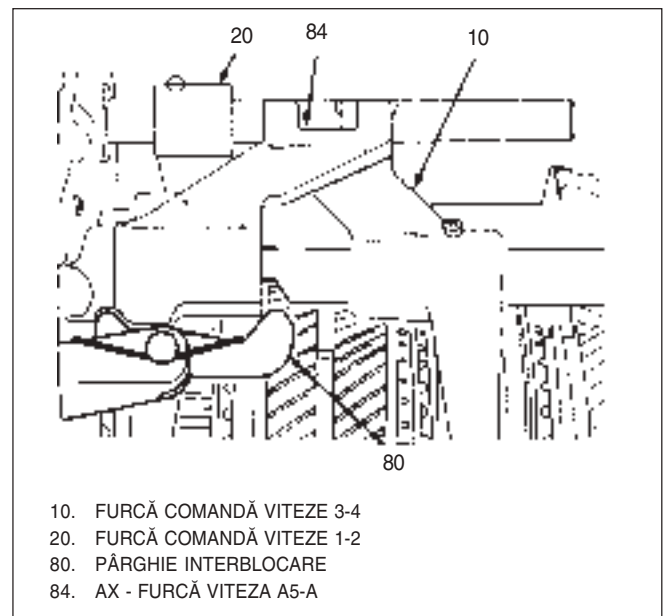

Fig. 83 Pârghie interblocare pe placa portlagăre
- 8) Se prinde cu șuruburi suportul cu pârghia pe placa portlagăre(26), Fig 83.